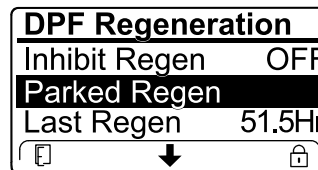

Figura 24
- Si el ordenador del motor solicita una regeneración de recuperación o si está procesando una regeneración de recuperación y se desplaza hasta la opción PARKED REGEN (Regeneración con la máquina aparcada), la regeneración con la máquina aparcada se bloquea y aparece el icono del candado (Figura 24) en la esquina inferior derecha del InfoCenter.